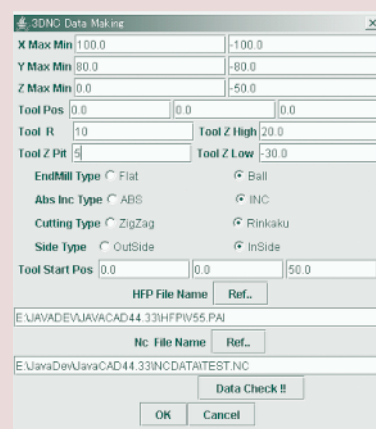

図6 ポケット加工NCデータの生成
- ④フラットエンドミルでの輪郭ポケット加工NCデータの作成コマンドを実行する(図6)。